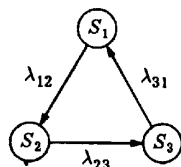

Рис. 5.15
**5.15.** Граф состояний системы представлен на рис. 5.15.